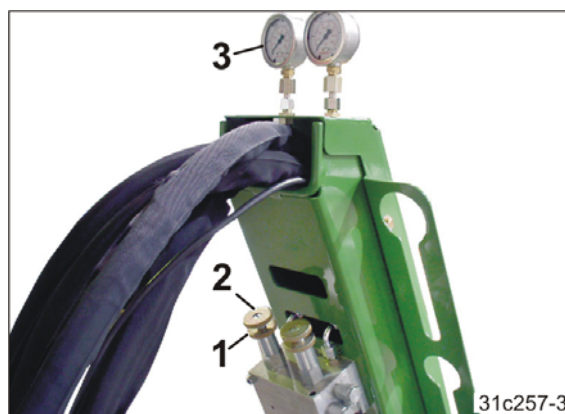

Рис. 188
1. Отверните контргайку (Рис. 188/1).
2. Отрегулируйте давление туковых сошников вращением регулировочного винта клапана (Рис. 188/2).
- Считайте давление туковых сошников на манометре (Рис. 188/3).
1. Настройте давление тукового сошника на 0 бар поворотом регулировочного винта клапана (Рис. 188/2). Считайте давление туковых сошников на манометре (Рис. 188/3).